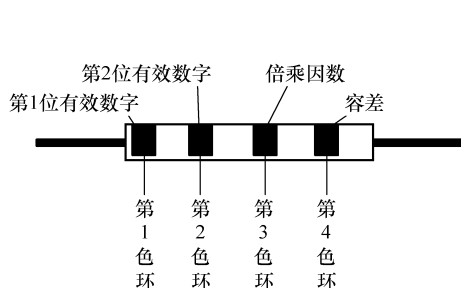

图 2-2 四色环电阻表示方法
① 4 色环电阻就是指用四条色环表示阻值的电阻，从左向右数，如图 2-2 所示。第一道色环表示阻值的最大的一位数字，第二道色环表示第二位数字，第三道色环表示阻值倍乘的数（数字后面添加“0”的个数），第四道色环表示阻值允许偏差（精度）。